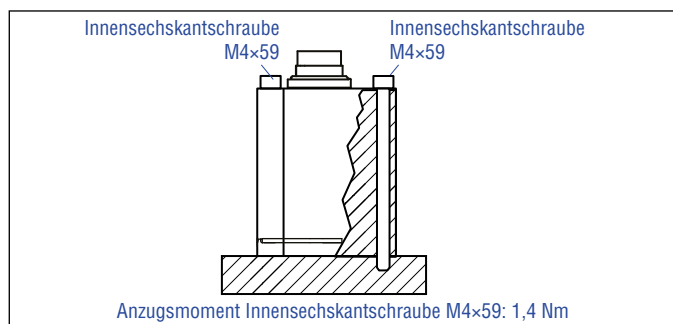

Abb. 20: Befestigung mittels Innensechskantschrauben M4x59
- Montieren Sie das Sensorelektronikgehäuse über die 3 Innensechskantschrauben M4x59 aus unmagnetischem Material. Anzugsmoment: 1,4 Nm (Abb. 20). Sichern Sie die Schrauben vor dem Wiedereinbau, z.B. mit Loctite 243.
- Montieren Sie das Sensorelektronikgehäuse über 3 Innensechskantschrauben M4x59 aus unmagnetischem Material. Anzugsmoment: 1,4 Nm (Abb. 20). Sichern Sie die Schrauben vor dem Wiedereinbau, z.B. mit Loctite 243.